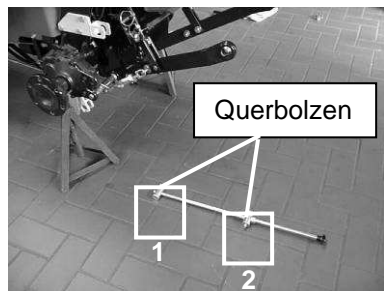

Bild 32: Einstellstange mit Querbolzen
5. Montieren Sie die Einstellstange für die Schnitthöhe mit den zwei Querbolzen (siehe Bild 32) wie folgt: